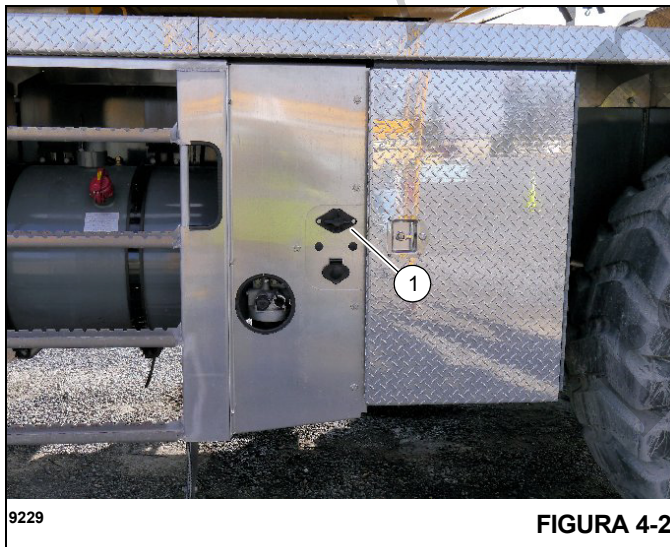

FIGURA 4-2
4. Assegure-se de que a alavanca da Chave de desconexão da bateria (1) (Figura 4-2) esteja na posição ON (Ligado).